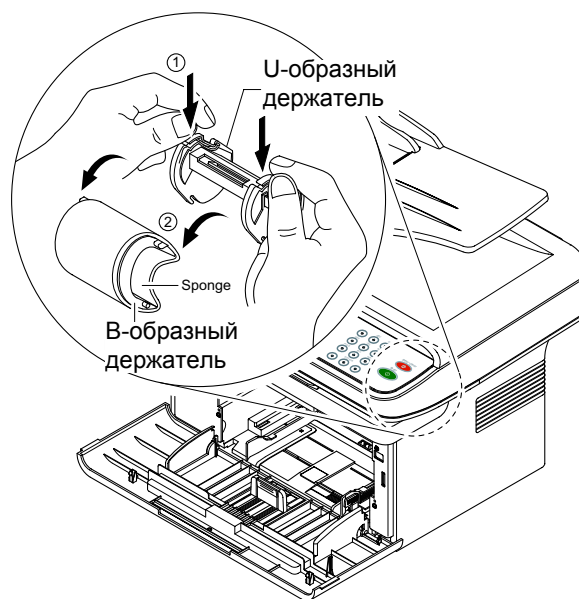

Рисунок 1
2. Для замены пористого покрытия ролика подхвата снимите U-образный держатель, нажимая на фиксаторы на обеих сторонах V-образного держателя, рисунок 1.